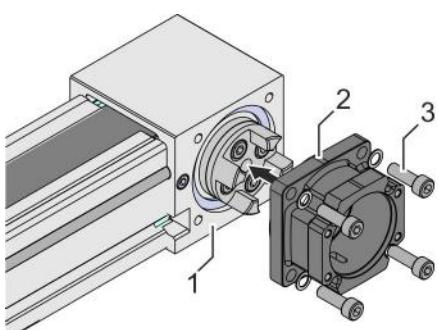

Fig. 19 : Montage du boîtier d'accouplement
Mettre en place le boîtier d'accouplement (Fig. 19 /2) sur le renvoi de courroie (Fig. 19 /1).
- 7.** ➔ Serrer alternativement les 4 vis (Fig. 19 /3) en diagonale :